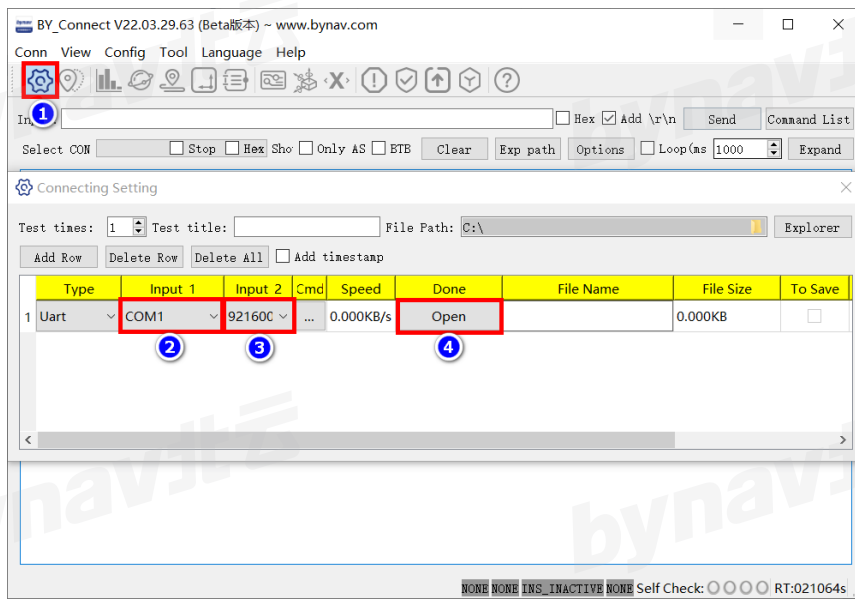

图 5-1 串口连接步骤
- 2) 打开 BY\_Connect 软件, 点击设置按钮, 选择 M21 的 COM3 在 BY\_Connect 中对应的串口号, 将波特率选为 115200, 点击“Open”无错误提示弹窗则表示成功打开串口, 如图 5-1 所示;